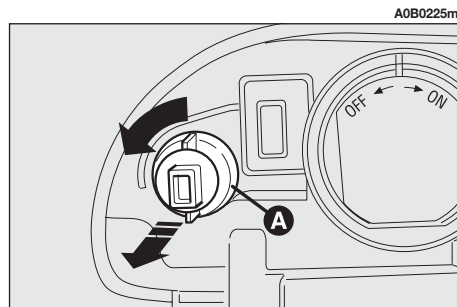

fig. 30
- Tourner dans le sens inverse des aiguilles, le porte-lampe (**A-fig. 30**) et le dégager.